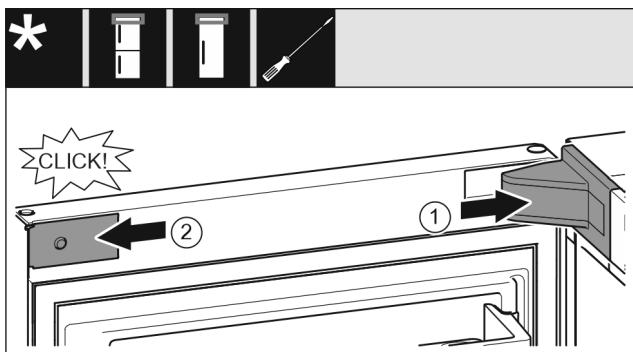

Fig. 22
- Stavite pokrov podloška ležaja Fig. 22 (1) i pustite ga da se uglavi, po potrebi ga oprezno razdvojite.
- Postavite masku Fig. 22 (2) bočno i uglavite je.